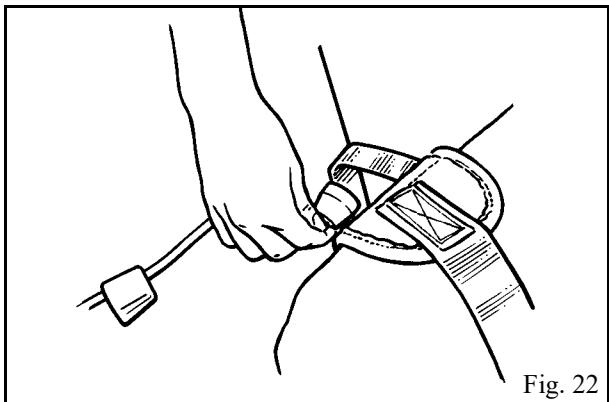

Fig. 22
1. Localice la correa de sujeción en cada sección de pierna del arnés y sujeté el cable de fijación derecho a la correa de la pierna izquierda, repitiendo la operación con el otro lado (véanse las figs. 22 y 17 para la fijación de los cables).